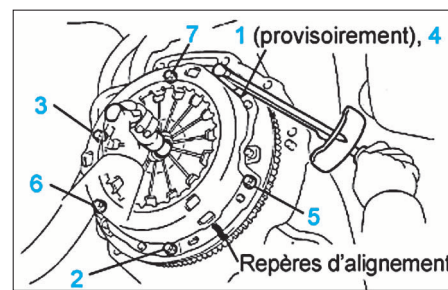

FIG. 4
- Mettre en place le mécanisme (respecter le repérage) et serrer ses vis de fixation en diagonale (en commençant par la vis supérieure) et par passes successives jusqu'au couple prescrit (fig. 4).
- Mesurer la hauteur de la pédale "H1". Si nécessaire, desserrer le contre-écrou (1) et agir sur la vis (2) jusqu'à obtenir la hauteur de pédale préconisée. Resserrer ensuite le contre-écrou (1) (fig. 4).
- Mesurer la garde à la pédale "H2". Si nécessaire, desserrer le contre-écrou (3) et agir sur la tige de poussée (4) jusqu'à obtenir la garde à la pédale préconisée. Resserrer ensuite le contre-écrou (3).